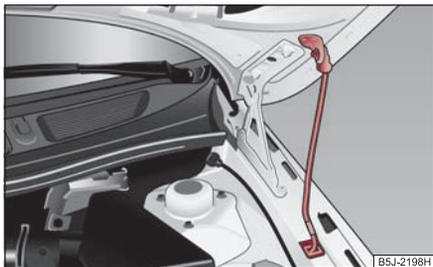

Fig. 16 Seguro del capó con
- Saque la varilla de apoyo de su fijación y engánchela en la abertura prevista con tal fin ⇒ **fig. 16**.